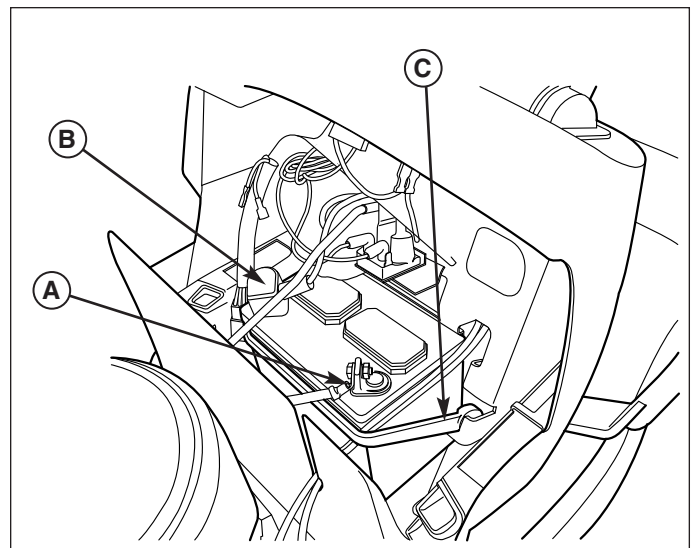

Figure 21. Batterie
1. Débrancher les câbles de la batterie, le négatif en premier (A, Figure 21).
2. Retirer la bride de maintien de la batterie (C) et la batterie.
5. Remettre la batterie dans son compartiment et l'assujettir avec la bride (C).
6. Rebrancher les câbles de la batterie, positif en premier (B).